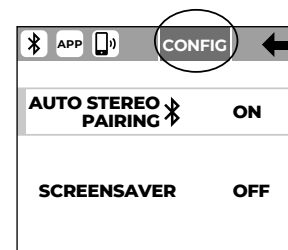

Fig. 5
2. Repita la operación para desenganchar el elemento A del subwoofer (Fig. 5)
### 5.4 | PANTALLA MENÚ CONFIG (Fig.5)